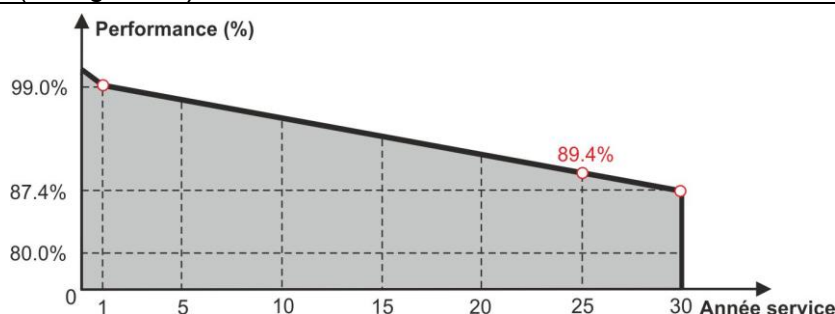

Fig. 23: Exemple de courbe Années/Performances d'un module PV
- Sur la base de ces valeurs, l'instrument calcule automatiquement la courbe Années/Performances (voir Fig. 23) à partir de laquelle déduire la valeur de contrôle de la perte de performance % utilisée dans le calcul de la courbe I-V (voir § 6.4.4)